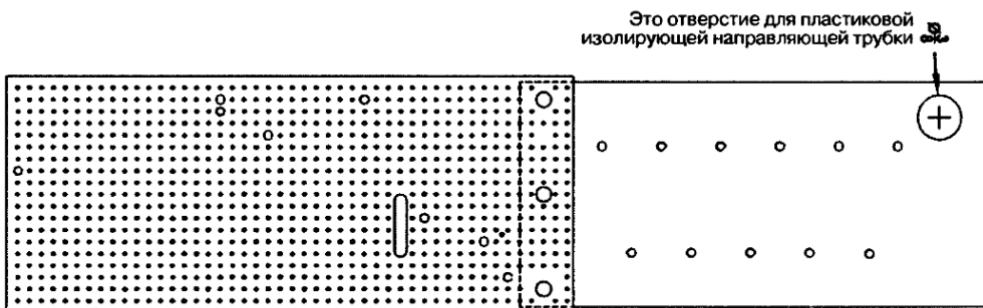

Рис. 1.3. Сборка ионного генератора из макетной и изоляционной платы
2. Из заготовки вырежьте макетную плату с сеточной перфорацией толщиной 2,5 мм и размерами 12,19×7,37 см (4,8×2,9 дюйма). Ориентируйтесь по координатам пересечения вертикального и горизонтального ряда, показанным на рис. 1.3, и вашей печатной платы для нахождения отверстия для просверливания монтажных отверстий. Определив местонахождение каждого монтажного отверстия, просверлите их, в том числе продольную прорезь для установки T1. Готовую печатную плату можно приобрести
в Information Unlimited. Заказ производится через сайт фирмы по адресу [www.amasing1.com](http://www.amasing1.com). Вставьте компоненты, начиная с левой стороны макетной платы с перфорацией, следуя плану (см. рис. 1.3), идите слева направо, используя отверстия большого диаметра как ориентир.